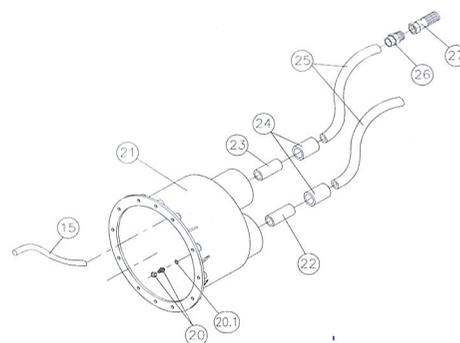
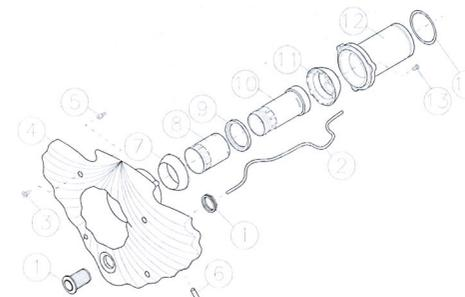
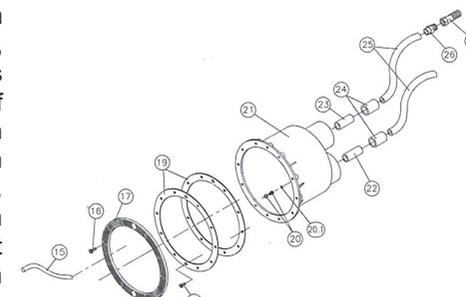
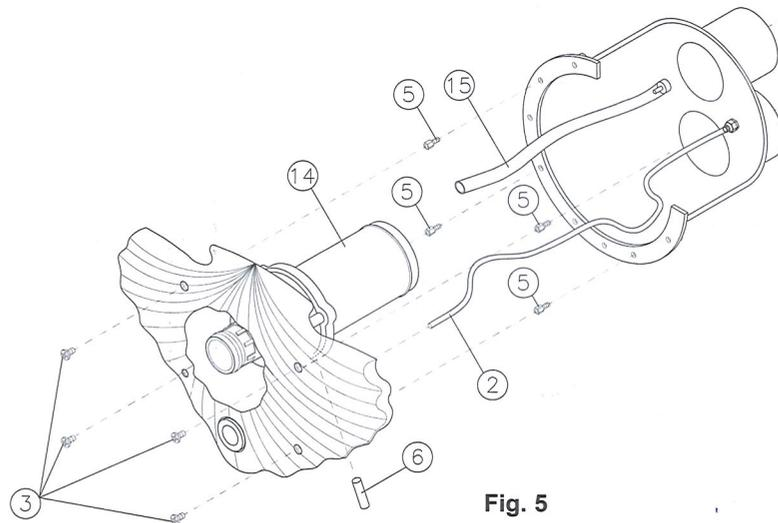

Fig. 2
Fig. 3
Fig. 4
Fig. 5
The transparent pipe (no.2, fig. 2) is to be connected to the microswitch located on the upper right-hand part of the panel. It is very important to ensure that the transparent pipe has no bends in it.
3.1 Um das Gehäuse (Nr.21, Fig.2) an einer Betonwand anzubringen, brauchen Sie nur die im Kapitel 2 (Aufstellungsort) angegebenen Anweisungen durchzuführen.
4.1 Das Gehäuse wird mit den schon eingebauten Rohren Nr.22 und 23, (Fig.2) geliefert; außerdem wird eine der Hülzen (Nr.24, Fig.2) im Rohr Nr.22. verleimt geliefert. Sobald wir das Gehäuse gemäß der Anweisungen des Kapitels 2 an der Wand befestigt haben, nehmen wir die Installation der Luft- und Pneumatikleitungen vor.
Diese Leitung besteht aus einer Hülse (Nr.24), einem Schlauch (Nr.25), einem Außengewinde (Nr.26) und einem Fußventil (Nr.27). Alle diese Teile werden montiert geliefert, weshalb wir nur das Ende der Hülse (Nr.24) am schon im Gehäuse installierten Rohr (Nr.23) ankleben müssen. Es ist wichtig, das Luftleitungsrohr an der Wand des Aufstellungsorts zu befestigen und darauf zu achten, daß das Fußventil im obersten Teil liegt, womit wir die Ansaugung von Schmutz vermeiden (siehe Fig. 8, Seite 42). Schließlich installieren wir noch den Schlauch (Nr.15, Fig. 2), indem wir ihn mit Druck in die Kanüle einführen, die sich im Inneren des Gehäuses befindet (siehe Fig.5, Seite 39).
Diese Leitung besteht aus einem Rohr (Nr.22), einer Hülse (Nr.24) und einem Schlauch (Nr.25). Da das Rohr (Nr.22) und die Hülse (Nr.24) schon im Gehäuse installiert sind, müssen wir nur das Rohr (Nr.25) anleimen. Bevor wir das Ende des Rohrs (Nr.25) an der Hülse (Nr.24) befestigen, führen wir das Transparentrohr (Nr.2, Fig.3) durch die Öffnung des Gehäuses ein und befestigen es mittels der dort vorhandenen Zwingen (Nr.20 und 20.1, Fig.2). Nach Durchführung dieser Operation verleimen wir das Rohr (Nr.25) mit der Hülse (Nr.24). Das Ende des Rohrs (Nr.2, Fig. 3) wird nun an den Mikroschalter angeschlossen, der sich auf einer Seite der Hidropneumatiktafel befindet, welche im HIDROJET einbegriffen ist.
5.1 Um Gas Gehäuse in einer Wand mit Liner zu befestigen, müssen die im Kapitel 2 gegebenen Anweisungen befolgt werden (Aufstellungsort). Wir befestigen die Dichtungen (Nr.19, Fig.4) mittels der Schrauben (Nr.18, Fig.4) am Gehäuse (Nr.21, Fig.4), wobei wir darauf achten, daß sich der Liner zwischen den beiden Dichtungen (Nr.19, Fig.4) befindet. Schließlich befestigen wir noch den Ring (Nr.17, Fig.4), indem wir die Schrauben (Nr.16, Fig.4) anziehen.
6.1 Das Gehäuse wird mit den schon eingebauten Rohren Nr.22 und 23 (Fig.4) geliefert; außerdem wird eine der Hülzen (Nr.24, Fig.4) im Rohr Nr.22 verleimt geliefert. Sobald wir das Gehäuse gemäß der Anweisungen des Kapitels 2 an der Wand befestigt haben, nehmen wir die Installation der Luft- und Pneumatikleitungen vor.
Diese Leitung besteht aus einer Hülse (Nr.24), einem Schlauch (Nr.25), einem Außengewinde (Nr.26) und einem Fußventil (Nr.27). Alle diese Teile werden montiert geliefert, weshalb wir nur das Ende der Hülse (Nr.24) am schon im Gehäuse installierten Rohr (Nr.23) ankleben müssen. Es ist wichtig, das Luftleitungsrohr an der Wand des Aufstellungsorts zu befestigen und darauf zu achten, daß das Fußventil im obersten Teil liegt, womit wir die Ansaugung von Schmutz vermeiden (siehe Fig. 8, Seite 42). Schließlich installieren wir noch den Schlauch (Nr.15, Fig.4) indem wir ihn mit Druck in die Kanüle einführen, die sich im Inneren des Gehäuses befindet (siehe Fig. 5, Seite 39).
Diese Leitung besteht aus einem Rohr (Nr.22), einer Hülse (Nr.24) und einem Schlauch (Nr.25). Da das Rohr (Nr.22) und die Hülse (Nr.24) schon im Gehäuse installiert sind, müssen wir nur das Rohr (Nr.25) anleimen. Bevor wir das Ende des Rohrs (Nr.25) an der Hülse (Nr.24) befestigen, führen wir das Transparentrohr (Nr.2, Fig.3) durch die Öffnung des Gehäuses ein und befestigen es mittels der dort vorhandenen Zwingen (Nr.20 und 20.1, Fig.4). Nach Durchführung dieser Operation verleimen wir das Rohr (Nr.25) mit der Hülse (Nr.24).
Das Ende des Rohrs (Nr.2, Fig.3) wird nun an den Mikroschalter angeschlossen, der sich auf einer Seite der Hidropneumatiktafel befindet, welche im HIDROJET einbegriffen ist.
7.1 Die Komplette Stirnseite wird montiert geliefert und besteht aus den Teilen Nr.1 bis Nr.14 (siehe Fig.3), außer dem Transparentrohr Nr.2 das schon im Gehäuse installiert ist (siehe Fig. 5).
- Schließen Sie das Rohr Nr.15 an, indem Sie es in der Kanüle Nr.6 der Stirnseite einfügen (siehe Fig. 5).
- Ziehen Sie die vier Distanzierschrauben Nr.5 im Gehäuse an (siehe Fig. 5).
- Setzen Sie die komplette Stirnseite im Gehäuse ein, indem Sie sich versichern, daß der Dichtring Nr.14 in der Antriebsöffnung (\varnothing 75 mm.) zu liegen kommt, siehe Fig. 5.
- Ziehen Sie nun die Schrauben Nr.3 an (siehe Fig. 5) und sobald diese Schrauben fest sitzen, ist die Stirnseite installiert.